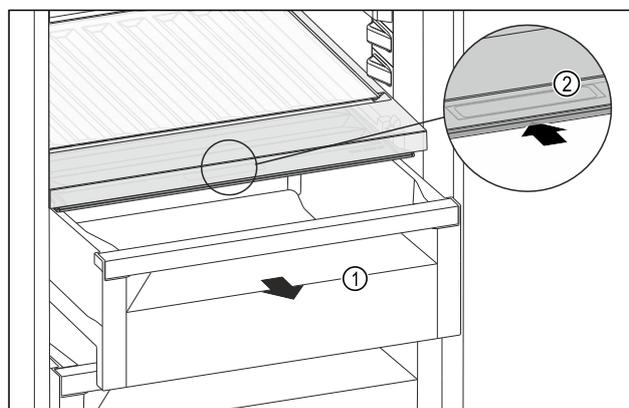

Fig. 96
- ▶ 拉出抽屉 Fig. 96 (1)。
- ▶ 抓住抽屉盖上的内嵌式拉手 Fig. 96 (2)，并同时向后推入抽屉盖。